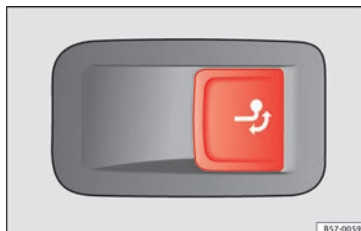

Fig. 235 Du côté droit du coffre à bagages : touche de déverrouillage de la boule d'attelage.
- Tirez la touche » **fig. 235** brièvement. La boule d'attelage se déverrouille électrique-
ment et tourne automatiquement vers l'extérieur. Le témoin de la touche clignote » **fig. 235**.
- Tirez la touche » **fig. 235** brièvement. La boule d'attelage se déverrouille électriquement.
- Faites tourner à la main la boule d'attelage sous le pare-chocs jusqu'à observer et entendre qu'elle s'encastre et que le témoin de la touche » **fig. 235** s'allume fixement.
- Si le témoin de la touche » fig. 235 *clignote*, la boule d'attelage ne s'est pas encore encastree correctement ou qu'elle est défectueuse » ⚠.
- N'appuyez jamais sur la touche » fig. 235 lorsqu'une remorque est attelée ou si un porte-bagages ou d'autres accessoires ont été installés sur la boule d'attelage.